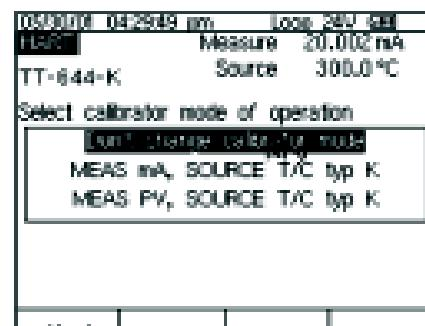

图20
- 再按 **■** 键, 仪器将提示您选择 744 的设置 (图 20)。将光标移到 MEASmA, SOURCE T/C type K, 按 **■**。(如果您要校验数字 PV 而不是校验 mA 输出, 即变送器的 HART 查询地址不为 0, 则您应当选择 MEAS PV, SOURCE T/C type K)。